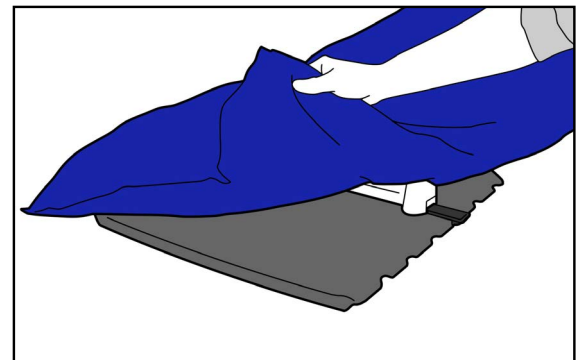

图 6
3. 将气垫充满足够的空气，以消除褶皱和折痕。然后，将气垫套在变位器上（图 6）。